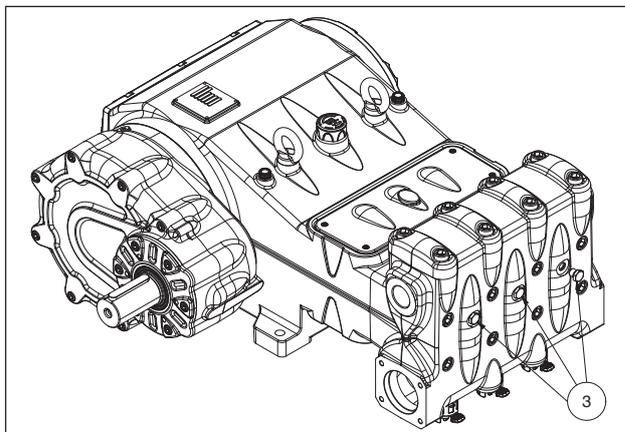

Fig. 11
**Se ocorrerem problemas de iniciação devido a uma alimentação insuficiente é possível intervir, removendo as três tampas da parte da frente do cabeçote (exceto a versão MK240), conforme indicado na pos. ③ Fig. 11.**